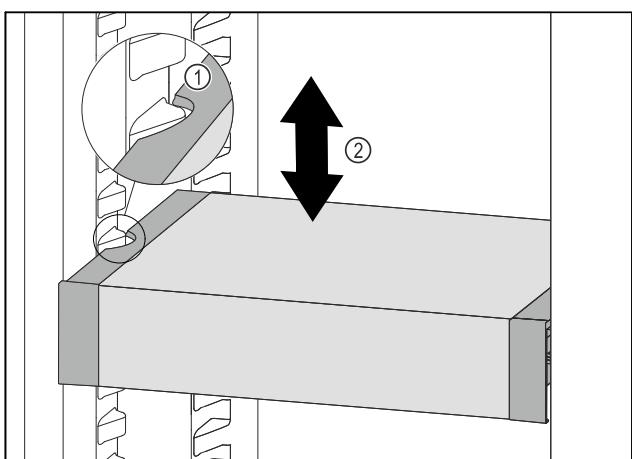

Fig. 111
- Predal VarioSafe povlecite v smeri naprej, dokler nista stranska izreza predala VarioSafe na višini nastavka za posodo v hladilniku. Fig. 111 (1)
- Predal VarioSafe premikajte v hladilniku gor ali dol, dokler ne dosežete želeno višino. Fig. 111 (2)